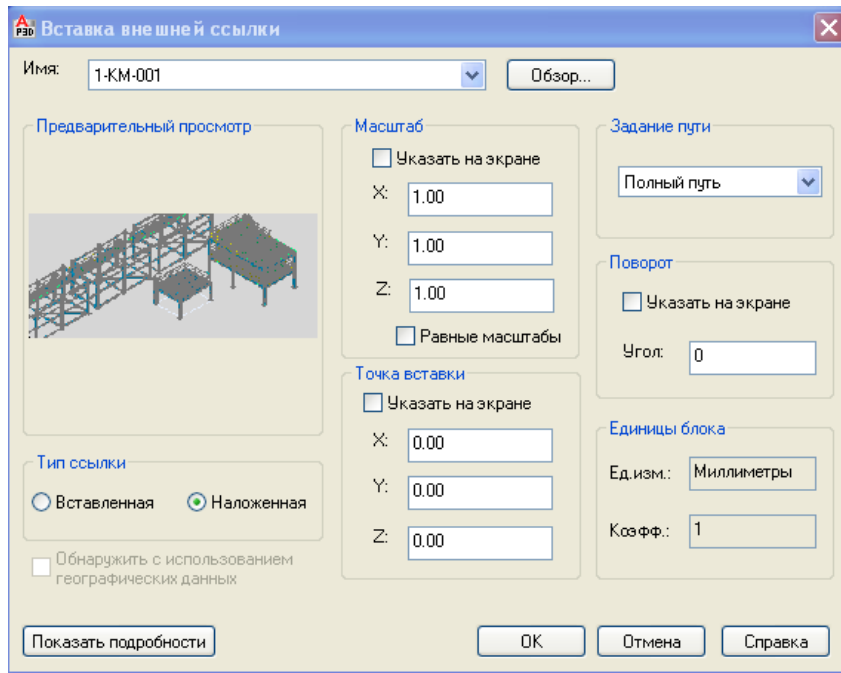

Рис. 65
- В диалоговом окне **Вставка внешней ссылки** укажите масштаб – **1** по трем осям и точку вставки – **0,0,0** (Рис. 65).